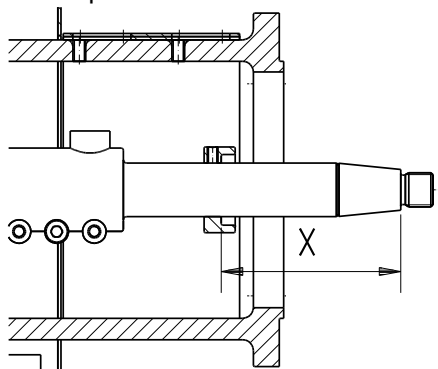

Abbildung 4
1. Falls zuvor demontiert gewesen: Stellung der Gleitringdichtung montieren und justieren entsprechend Abb. 4 und die Werten aus nachstehender Tabelle.